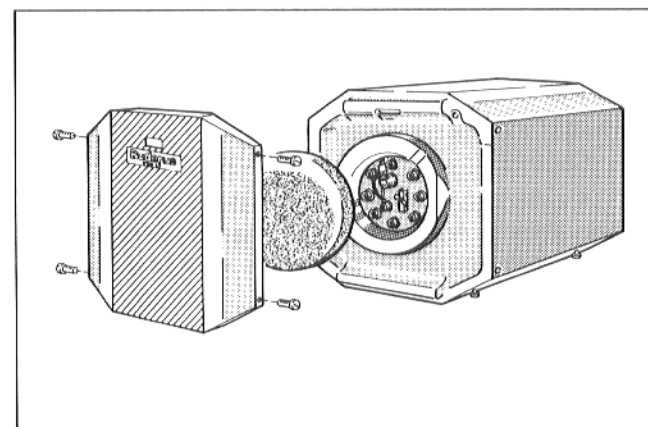

Fig. 9
- Isoleringsskive ilægges foran låg til håndhul (Fig. 9).
- Beholderens frontstykke skubbes fast på beholderen og skrues fast med 2 skruer på henholdsvis den højre og venstre side (Fig. 9).